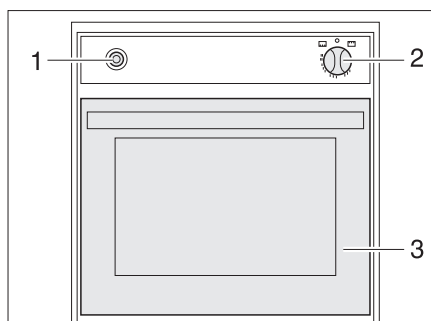

Fig. 235 Horno de gas (Spinflo)
- Abrir completamente la puerta del horno (Fig. 235,3).
- Presionar ligeramente el regulador giratorio (Fig. 235,2) y ponerlo en "🔥" (horno) o "GRILL" (grill).
- Presionar el regulador giratorio (Fig. 235,2) y mantenerlo presionado por 5 a 10 segundos. El gas fluye al quemador.
- Presionar el interruptor de encendido (Fig. 235,1) tantas veces como sean necesarias para que arda la llama.
- Girar el regulador giratorio (Fig. 235,2) a "O". La llama se apaga.